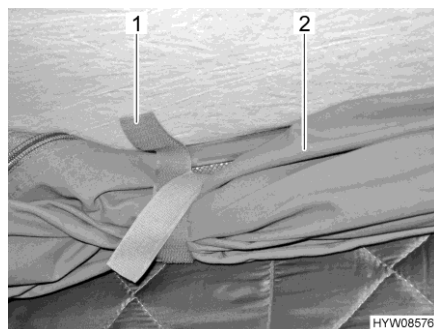

Fig. 55 Passanti di sostegno
- Staccare i passanti di sostegno (Fig. 55,1) che si trovano sul tessuto della tenda avvolto (Fig. 55,2).
- Avvolgere il tessuto della tenda (Fig. 55,2) e fissarlo con i passanti di sostegno (Fig. 55,1).